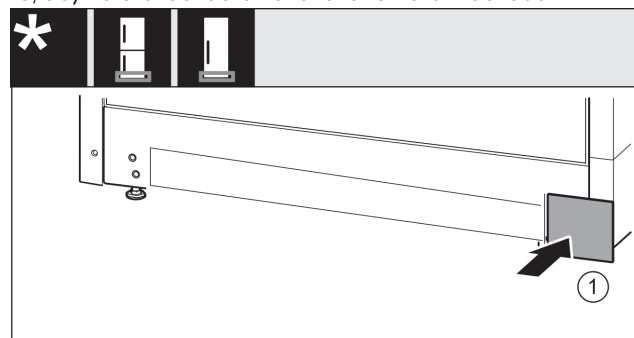

Fig. 19
- ▶ Nasadte kryt Fig. 19 (1) opäť na druhej strane.